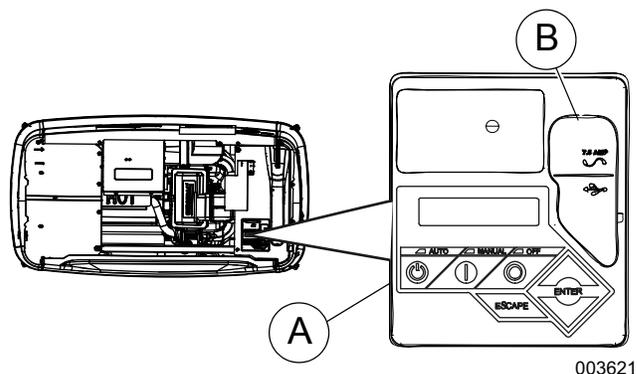

Figure 3-5. Tableau de commande du générateur
Voir la section Figure 3-5. L'interface du tableau de commande (A) est située sous le couvercle du boîtier. Avant d'essayer de soulever le couvercle du boîtier, vérifiez que les verrous latéraux gauche et droit sont déverrouillés. Ouvrez le couvercle de la manière décrite à la section Ouverture du couvercle.